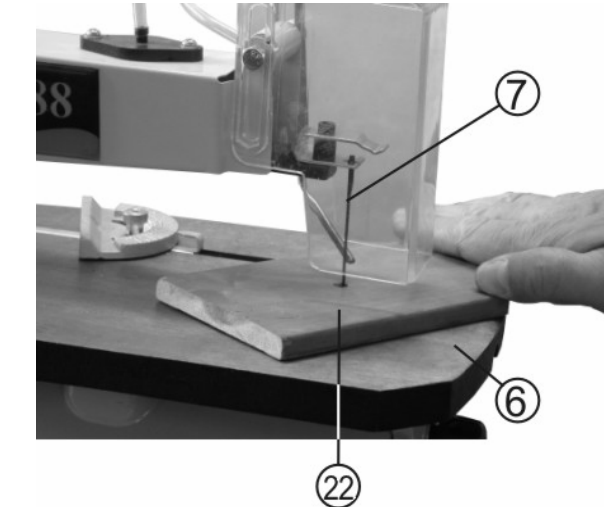

Рис. 10
11.1.8. Прижмите заготовку (22) к рабочему столу (6) и медленно подавайте ее на пильное полотно (7), Рис.10.
11.2.3. Просверлите отверстие 6 мм в заготовке (22) в части, которая будет выпилена, Рис.10.
11.2.5. Установите заготовку (22) на рабочий стол (6), Рис.10.
11.2.6. Вставьте пильное полотно (7) через просверленное отверстие, Рис.10.
11.2.8. На рабочем столе (6) удерживайте заготовку (22), чтобы пильное полотно (7) не касалось заготовки (22), Рис.10. Нажмите на зеленую кнопку сетевого выключателя (4) лобзика, Рис.2а.